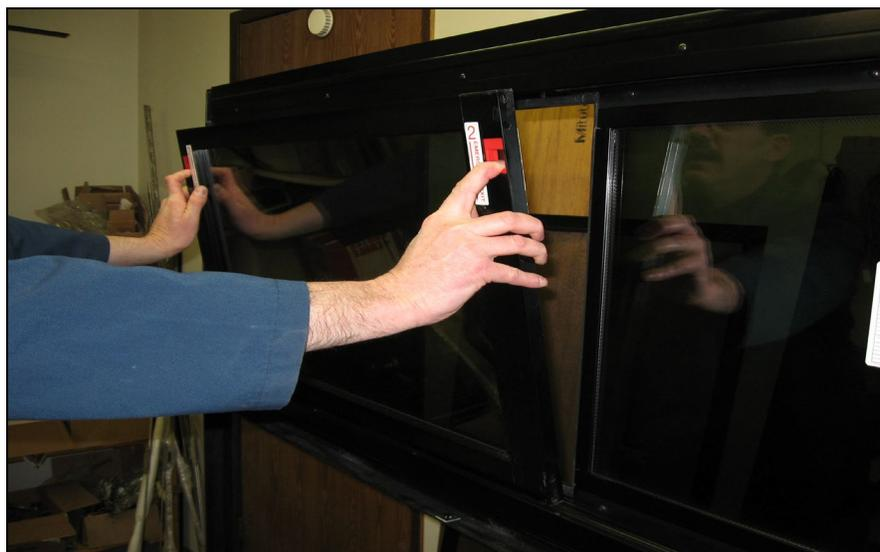

FIGURE 103: RETRAIT DU CHÂSSIS
2. Tirez simultanément les deux loquets de blocage vers le bas et faites pivoter le châssis d'environ 10° vers l'intérieur (Figure 103).